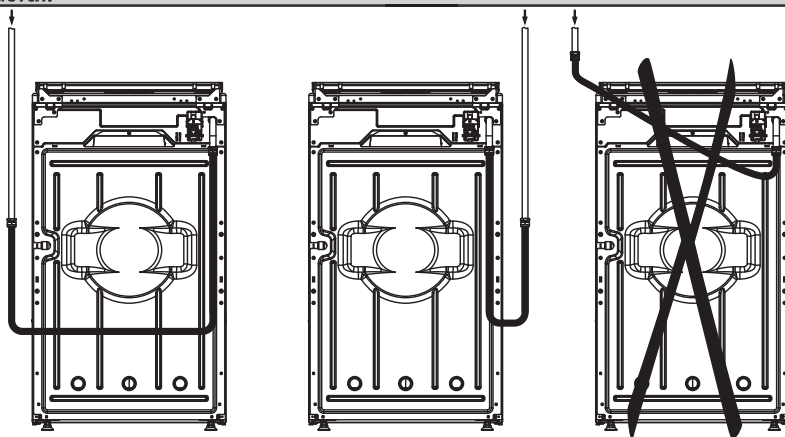

Рис. 4
- гибкий соединительный рукав не должен проходить в зоне горячего воздуха дымохода и касаться задней стенки плиты (рис. 4);
Помните! После установки плиты на место обязательно проверьте положение гибкого шланга подвода газа и шнура питания (рис. 4). Они не должны проходить над дымоходом и касаться задней стенки плиты. Во время работы духового шкафа там возникает высокая температура, которая может их повредить.